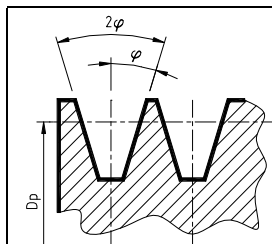

рис. 6
- $\mu$  = коэффициент трения между ремнем и шкивом (в случае клиновых ремней этот коэффициент необходимо разделить на  $\sin(\varphi)$ , где  $\varphi$  - угол полуапертуры обода шкива в радианах). Рис. 6.